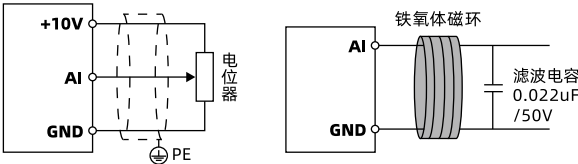

图 4-23 AI1 端子接线 (电压输入)
- 使用内部 10V 电源时，接线与 AI1 相同，见图 4-23。